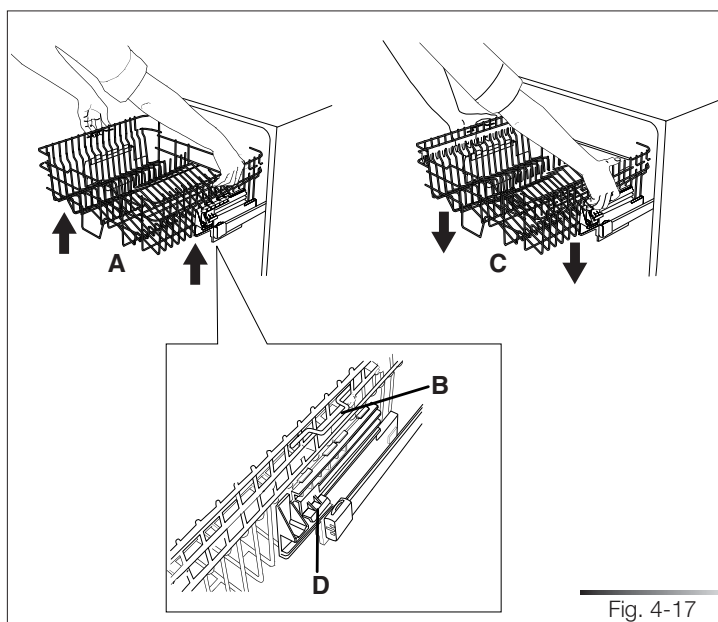

Fig. 4-17
**Version C** (voir fig. 4-17) : le panier supérieur peut être réglé sur trois positions différentes des deux côtés. Le panier doit être au même niveau des deux côtés.
Pour relever le panier (réf. A fig. 4-17), le soulever en le tirant par les deux poignées prévues à cet effet (ex. réf. B fig. 4-17) jusqu'au premier ou deuxième dé clic, selon la hauteur désirée. Pour le baisser (réf. C fig. 4-17), il faut en revanche tirer vers le haut les deux leviers de déblocage (ex. réf. D fig. 4-17). Ces opérations peuvent également être effectuées avec le panier chargé ; dans ce cas, quand on le baisse, il est préférable de le retenir avec une main pour éviter que la vaisselle subisse des chocs.